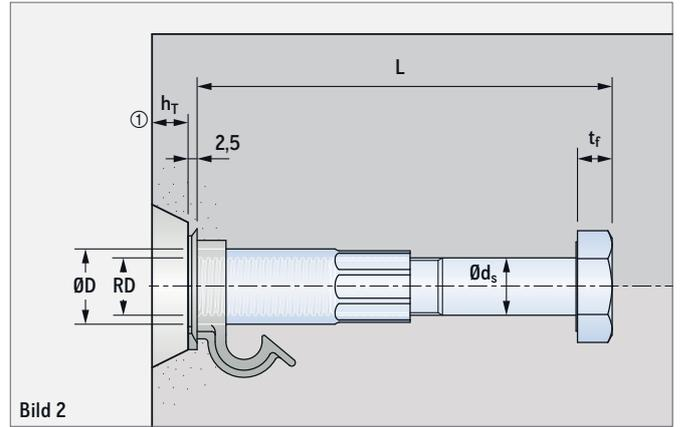

Bild 2
① Wird der PB-Anker vertieft eingebaut, ist die Einbautiefe h_T der Aussparungstiefe zu berücksichtigen (siehe Bild 2).